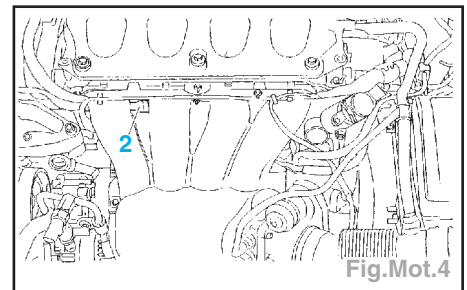

Fig.Mot.4
- Désaccoupler l'arrivée d'essence (2) et placer un obturateur (Fig.Mot.4).